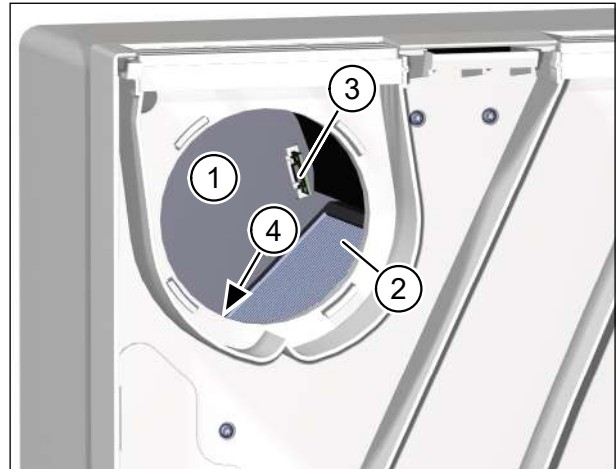

Abb. 9: Filterboden an Abluftseite bei Bedarf reinigen
- ▶ Überprüfen Sie den Filterboden an der Abluftseite (Pos. 1 in Abb. 9) auf Verunreinigungen.
- ▶ Decken Sie den Wärmeübertrager (Pos. 2 in Abb. 9) mit einem fusselfreien Tuch ab. So verhindern Sie, dass Schmutz in den Wärmeübertrager eindringt.
- ▶ Achten Sie bei der Reinigung darauf, dass Sie den optionalen Feuchtesensor (Pos. 3 in Abb. 9) und den optionalen CO2-Sensor (Pos. 4 in Abb. 9) nicht beschädigen.